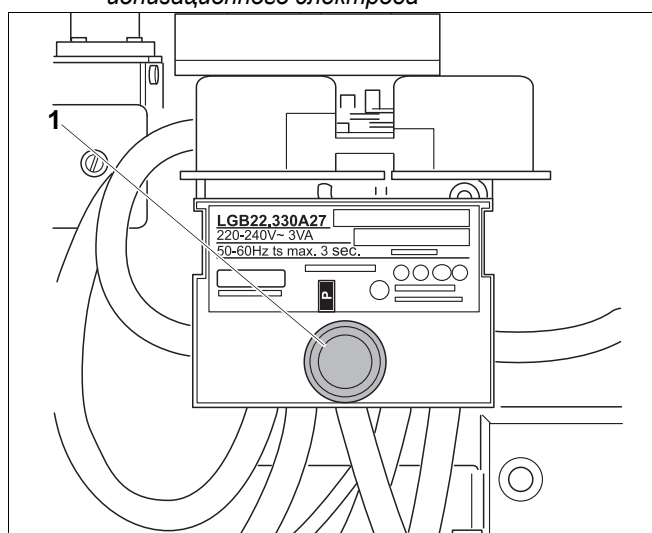

Рис. 18 Кнопка подавления помех со встроенной сигнальной лампочкой.
- Нажмите кнопку подавления помех (рис. 18, поз. 1).